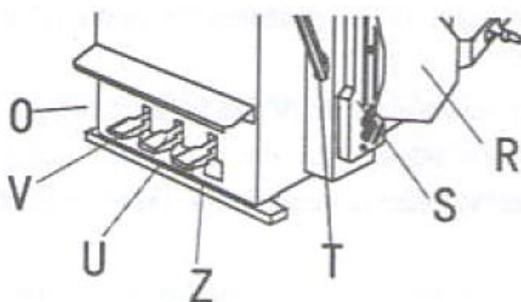
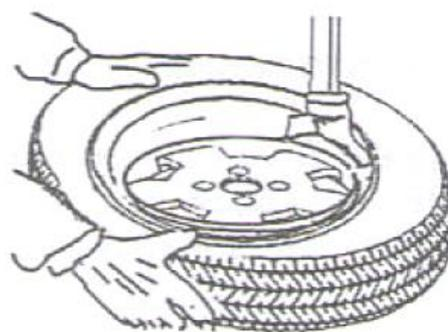

Рис. 9
Рис. 10
- Разместить зажимные кулачки (G) в соответствии с отметкой на поворотном столе (Y) нажатием педали (V) в среднее положение.
- Положить шину на зажимные кулачки и, прижав шину, нажать педаль (V) до предела.
- Опустить вертикальную направляющую (M), чтобы монтажная головка (I) находилась напротив верхней закраины обода колеса и зафиксировать устройство нажатием рычага блокировки (K). Это заблокирует направляющую и автоматически сместит монтажную головку на 2 мм от обода.
С помощью монтажной лопатки (T), установленной между бортом шины и передней частью монтажной головки (I) приподнять борт шины над монтажной головкой (рис. 9).
- Удерживая лопатку в данном положении, следует повернуть стол (Y) по часовой стрелке нажатием педали (Z), пока шина полностью не сойдет с обода колеса.
Нажать рукой на шину, завести ее в обод колеса, нажать на педаль (Z), поворачивая стол по часовой стрелке (рис. 9). Выполнить операцию по окружности колеса (рис. 10).